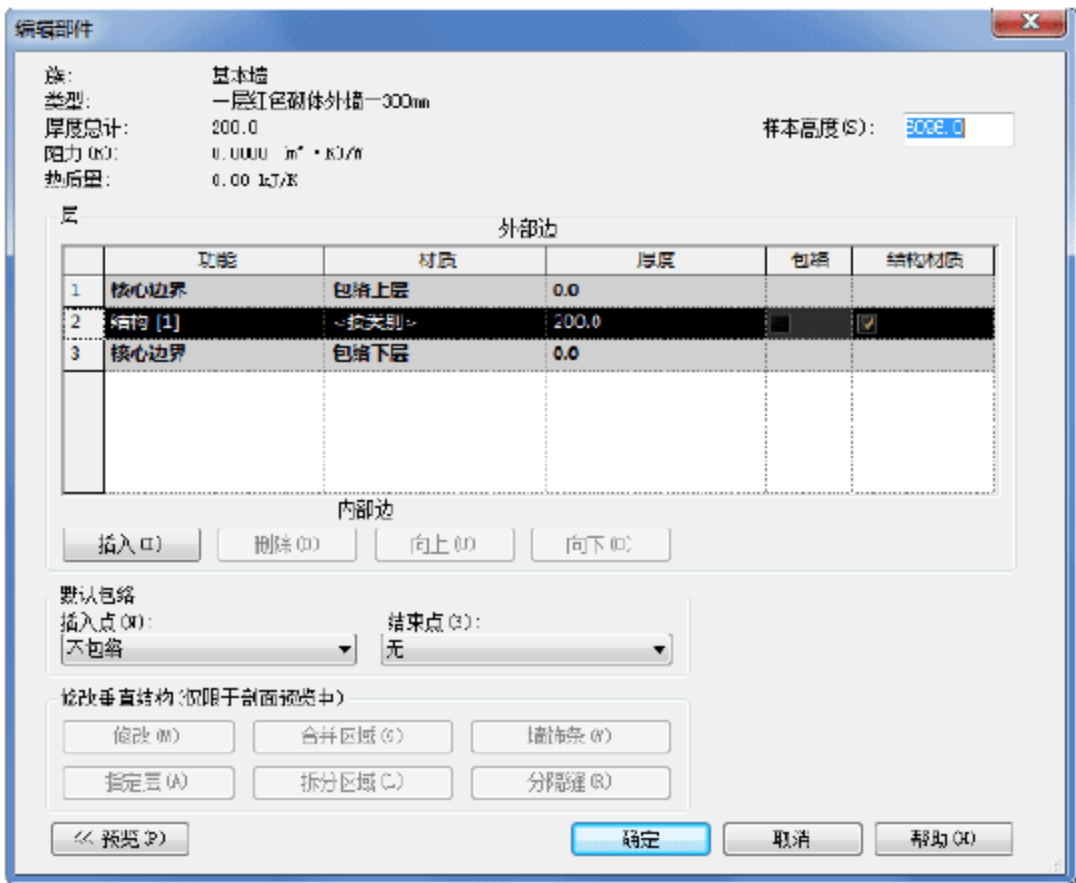
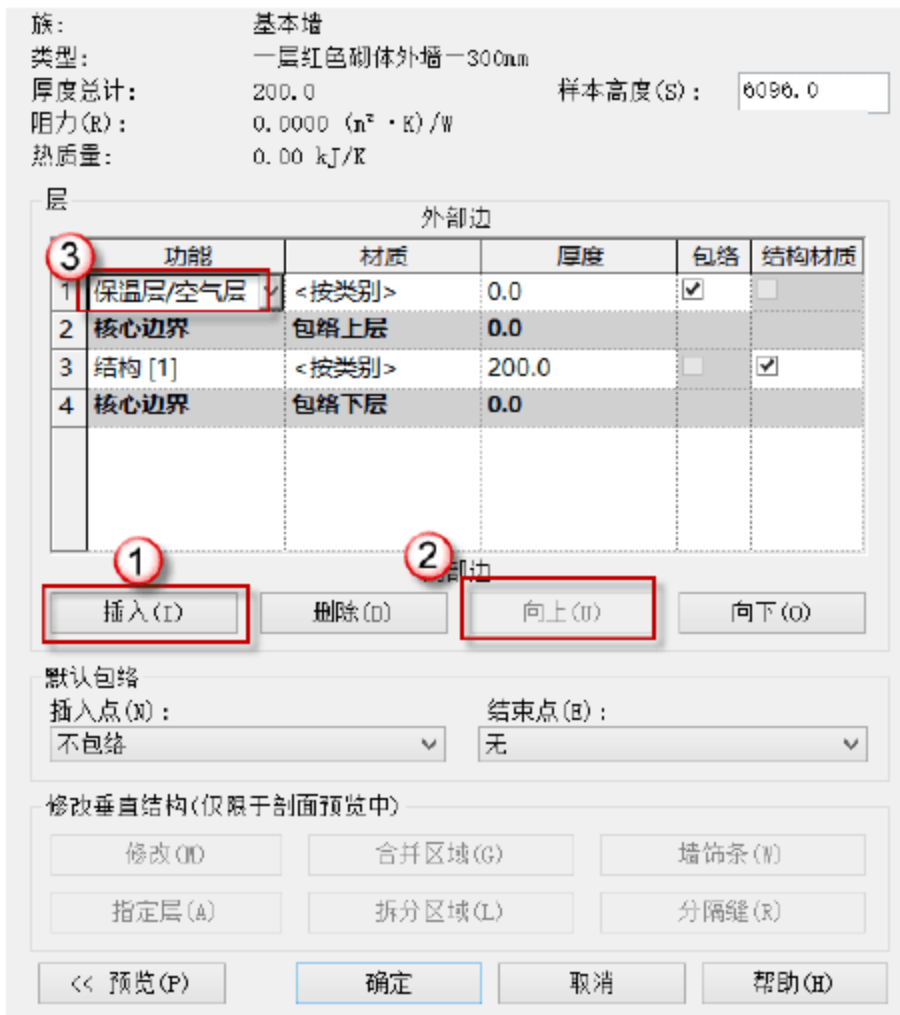

图 10.1.3 “编辑部件”对话框
图 10.1.4 添加“保温层/空气层”功能
(3) 添加“保温层/空气层”功能。单击“类型属性”对话框“结构”参数后的“编辑”按钮，弹出“编辑部件”对话框，如图 10.1.3 所示。单击“插入”→“向上”按钮，在“功能”参数下将“结构[1]”改为“保温层/空气层”，如图 10.1.4 所示。